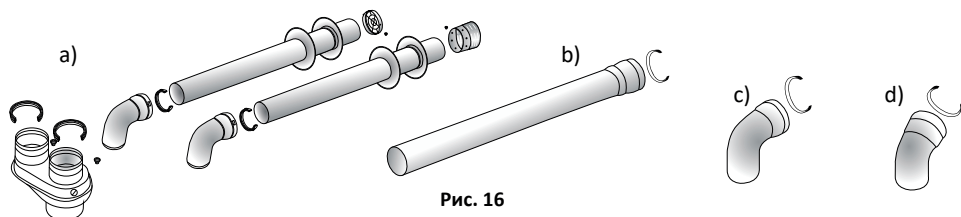

Рис. 16
Имеющиеся соединительные детали для подключения двойного дымохода (Рис. 16)
1. Комплект двойного герметичного дымохода $\varnothing 80 \times 80$ мм (Рис. 16а)
2. Удлиняющая деталь 500 мм / 1000 мм $\varnothing 80 \times 80$ мм (Рис. 16б)
3. Колено $90^\circ \varnothing 80 \times 80$ мм (Рис. 16с)
4. Колено $45^\circ \varnothing 80 \times 80$ мм (Рис. 16д)